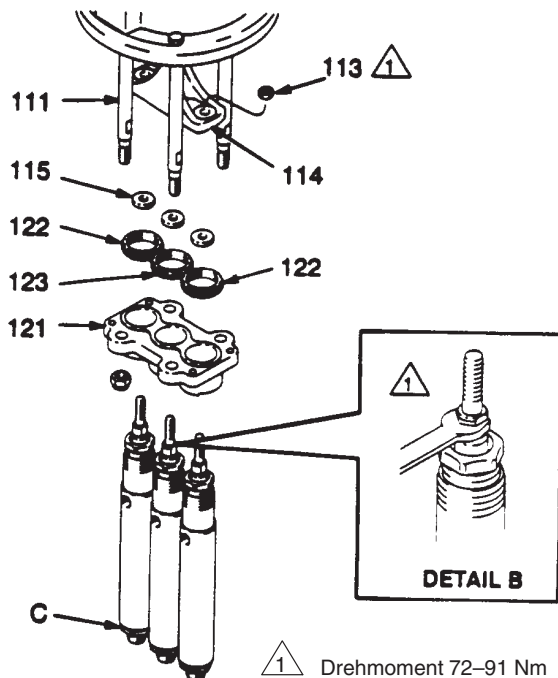

Abb. 18
1. Schrauben (113) oben auf der Traverse (114) der beiden äusseren Dosierpumpen abnehmen. Siehe Abb. 18. Anschliessend die äusseren Schrauben (122) oben an der Verbindungsplatte (121) an den beiden Dosierpumpen abschrauben. Für das Lösen der Schrauben einen Schraubenzieher und einen Hammer verwenden.
Hinweis: Die Verbindungsstangen (111) in Abb. 18 sind lediglich zur besseren Übersichtlichkeit aus der Verbindungsplatte (121) ausgebaut gezeigt; sie brauchen nicht ausgebaut werden.
2. Die beiden äusseren Pumpen von der Verbindungsplatte nehmen. Scheiben (115) von den Stangen entfernen.
3. Einen Schlüssel an die Schlüsselflächen der Kolbenstange der mittleren Pumpe anlegen und die Stange aus der Traverse (114) herauserschrauben. Siehe Detail B in der Abb. 18. Pumpe von der Traverse (114) nehmen, dann die Scheibe (115) von der Pumpenkolbenstange.